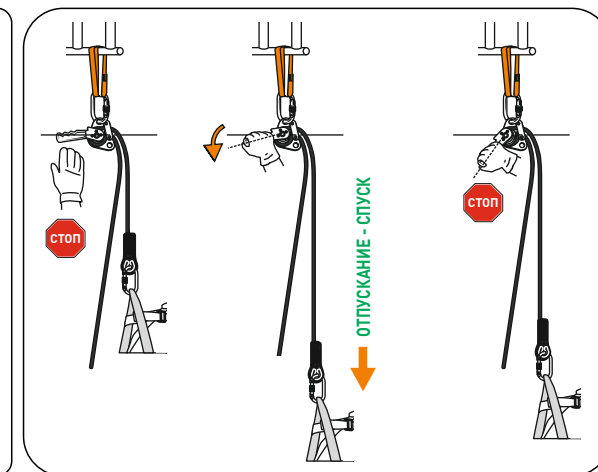

рис. 12
4. Начните спуск пострадавшего (рис. 12).